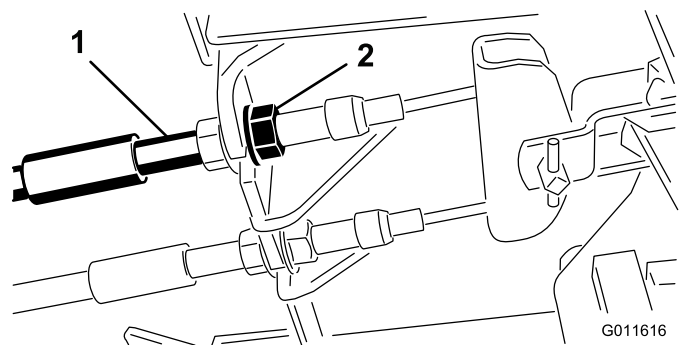

Figura 70
1. Para reducir la holgura de los pedales de freno, apriete los frenos aflojando la tuerca delantera del extremo roscado del cable de freno (Figura 70).